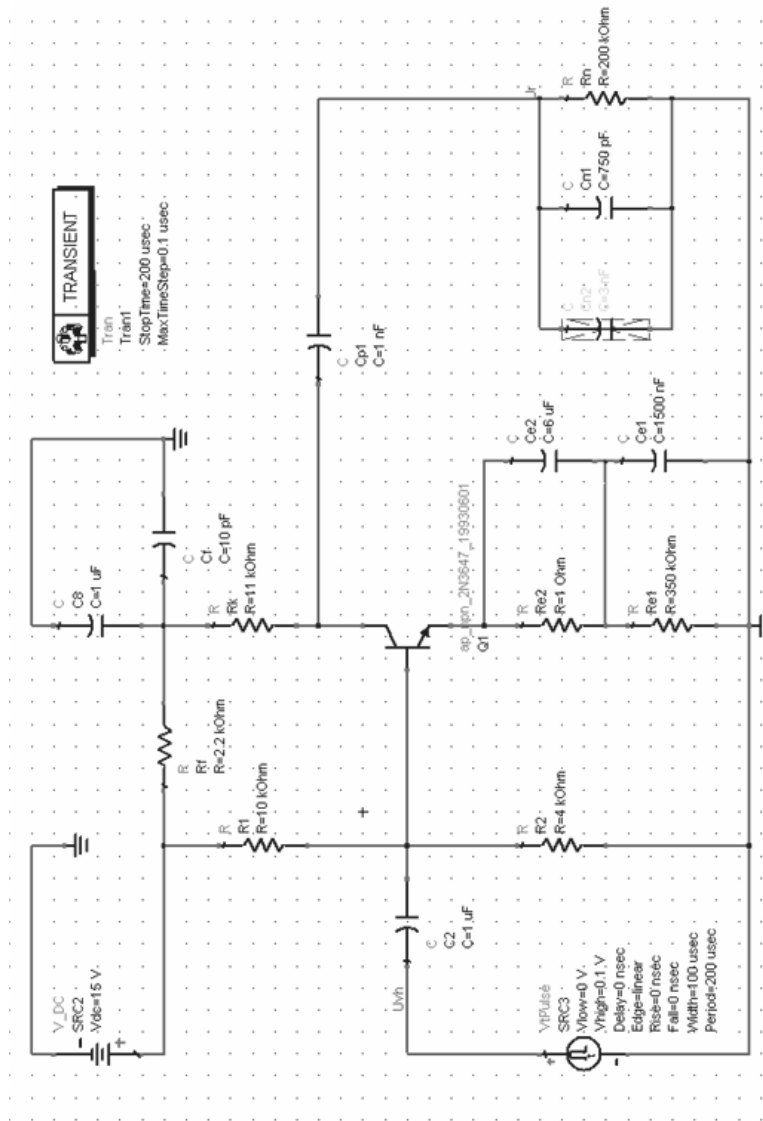

Рис. 8. Схема эксперимента 6
**Эксперимент 6.** Вернуться к схеме на рис. 3. Включить ВЧ коррекцию: последовательно соединить два  $RC$ -контура:  $Re1-Ce1$  и  $Re2-Ce2$  (рис. 8).